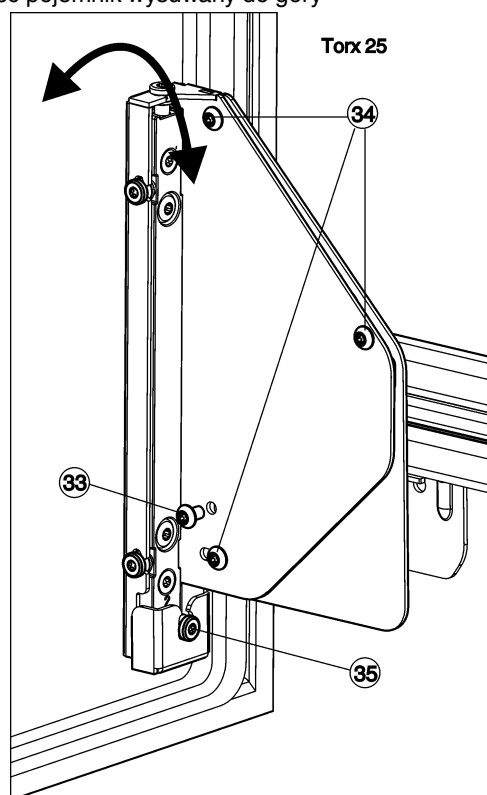

Fig. 26
- Śrubę Fig. 26 (33) całkowicie wykręcić.
- ▷ Śrubę Fig. 26 (33) należy wyrzucić, nie będzie już potrzebna.
- Śruby Fig. 26 (34) należy poluzować o 1 lub 2 obroty.
- ▶ Śrubę przestawną Fig. 26 (35) obrócić. Zgodnie z kierunkiem ruchu wskazówek zegara: drzwi u góry odchylają się od korpusu urządzenia. Przeciwnie do kierunku ruchu wskazówek zegara: drzwi u góry nachylają się do urządzenia a na dole odchylają się od korpusu urządzenia.
- ▶ Po zakończeniu regulacji nachylenia wszystkie śruby Fig. 26 (34) ponownie mocno dokręcić.